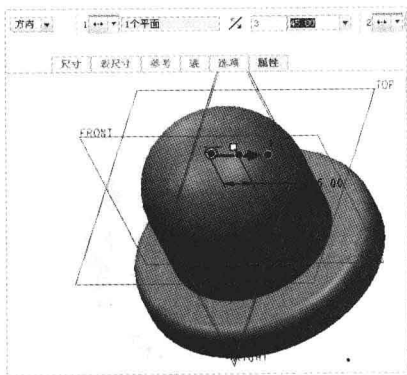

图 7-32 设置参数
Step 03 在模型树中选择 RIGHT 选项，分别在“输入第一方向的阵列成员数”和“输入阵列成员间的角度”数值框中输入 3 和 45，如图 7-32 所示。